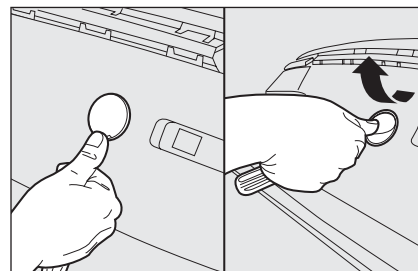

fig. 47
- ☐ apoye el pulgar de la mano sobre la tapa para evitar dañarla **fig. 47**;
- ☐ extraer la tapa (sin girarla) efectuando un movimiento perpendicular al plano de apoyo **fig. 47**.